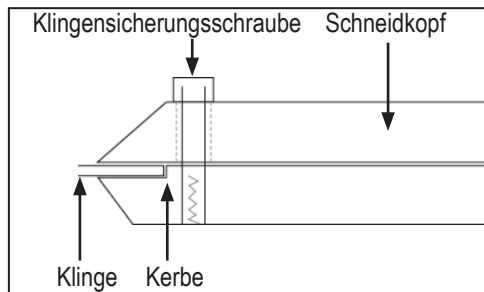

ABB. 7
2. Führen Sie die Klinge bis zum Ende der Kerbe in den Schneidkopf ein (Abb. 7) und ziehen Sie ihn fest.